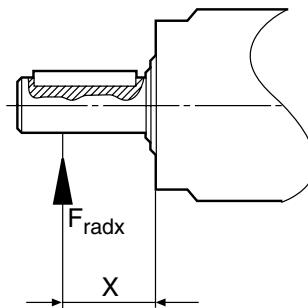

Fig 4: Kraften angriper med avståndet X.
- b. Kraften angriper med avståndet x enligt fig 4.